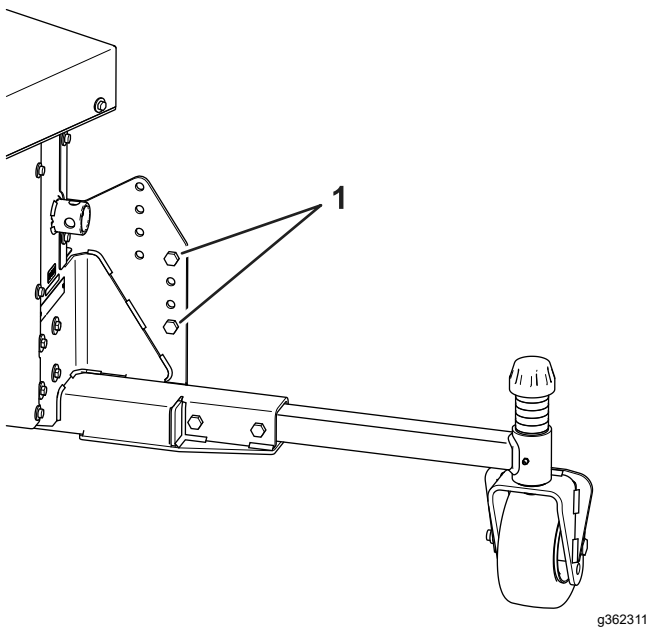

Bild 9
14. Schieben Sie die Kiste vom Laubbläser weg und senken Sie ihn ab, bis die Laufräder und den Achsstand den Boden berühren und den Riemen straff halten (Bild 9).